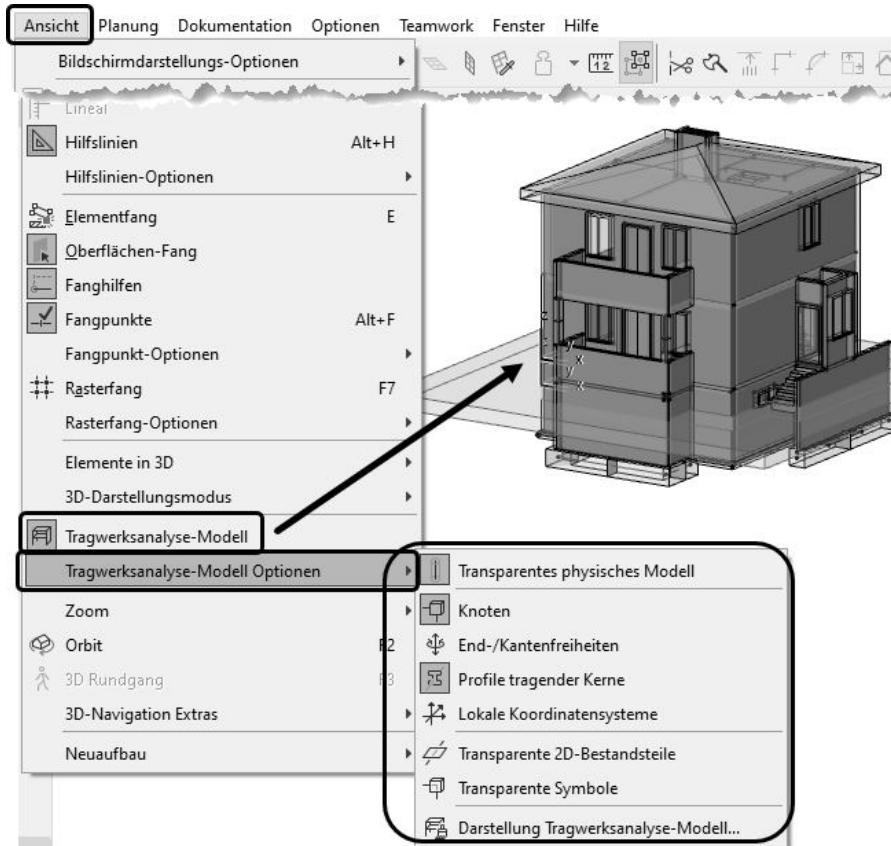

Abb. 1.24: Tragwerksanalyse
*Tragwerksanalyse* – Die automatisch erstellten Komponenten des Tragwerksmodells können mit der Funktion ANSICHT|TRAGWERKSANALYSE-MODELL sichtbar gemacht werden (Abbildung 1.24). Für den Datenaustausch mit Statik-Programmen wurde das offene Austauschformat \*.SAF (Structural Analysis Format) hinzugefügt